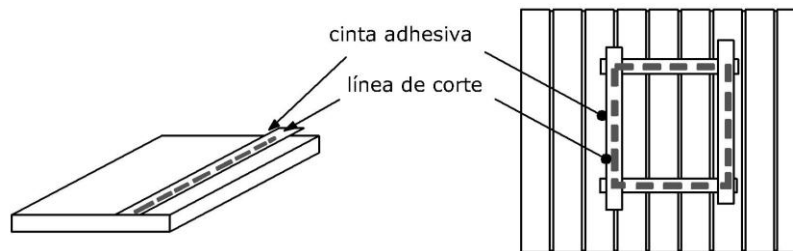

Fig. 26
- Trazar sobre la cinta con marcador la línea guía donde se va a ejecutar el corte. (Fig. 26)